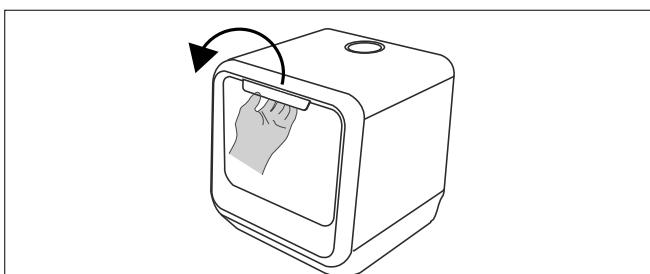

Fig. 12 – Apertura dello sportello
- ▶ Aprire lo sportello tirando la maniglia (1) verso di sé.
- ▶ Aprire completamente lo sportello (vedere la **Fig. 12**).
- ▶ Inserire il cestello per stoviglie (6) completamente all'interno dell'apparecchio.